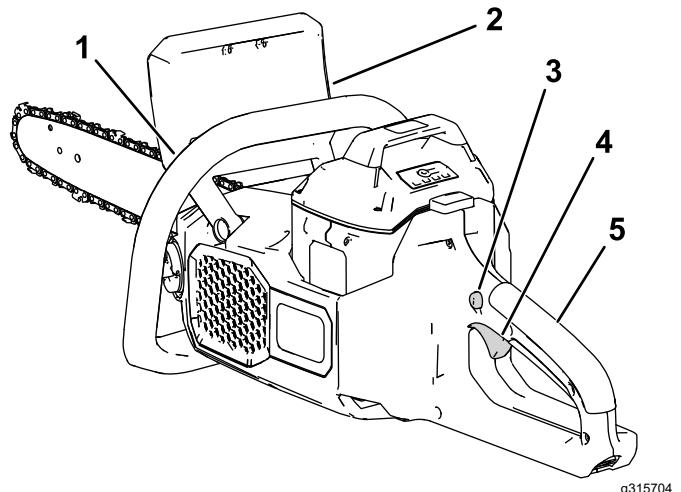

Figure 9
- Tenez la poignée avant de la main gauche et la poignée arrière de la main droite, appuyez sur le verrou de gâchette et serrez la gâchette (Figure 9).